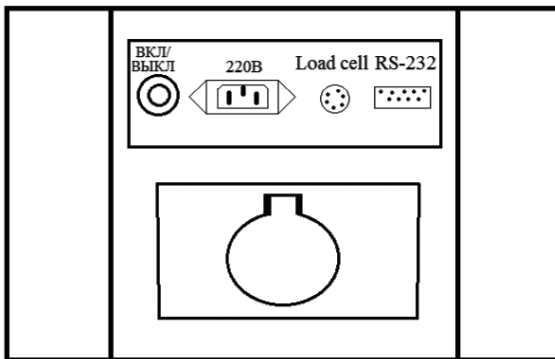

Рисунок 4. Корпус задний индикатора.
2.1.2 Корпус задний индикатора см. Рисунок 4.
- 2.3.1 Автономное питание от встроенного аккумулятора включается кнопкой ВКЛ/ВЫКЛ (Рисунок 4).